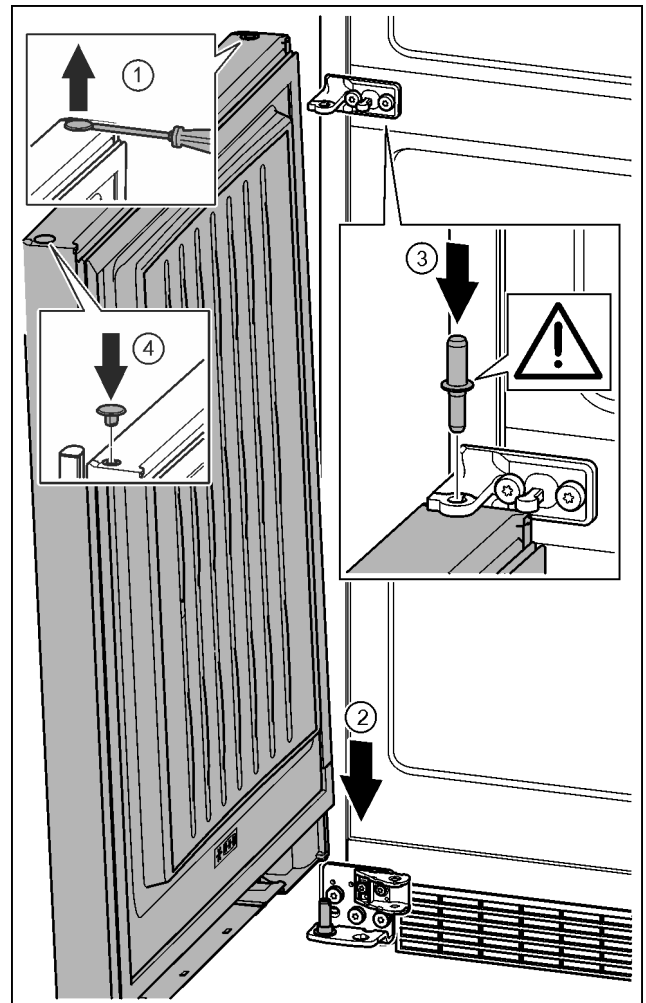

Fig. 35
- ▶ За допомогою шлицевої викрутки обережно підніміть пробку та витягніть її. *Fig. 35 (1)*
- ▶ Встановіть дверцята зверху на нижній опорний гвинт. *Fig. 35 (2)*
- ▶ Середній опорний гвинт встановіть в нижні дверцята через середній опорний кронштейн. При цьому виступ фіксатора повинен бути спрямований назад. *Fig. 35 (3)*
- ▶ Знову вставте пробку з іншого боку дверцят. *Fig. 35 (4)*